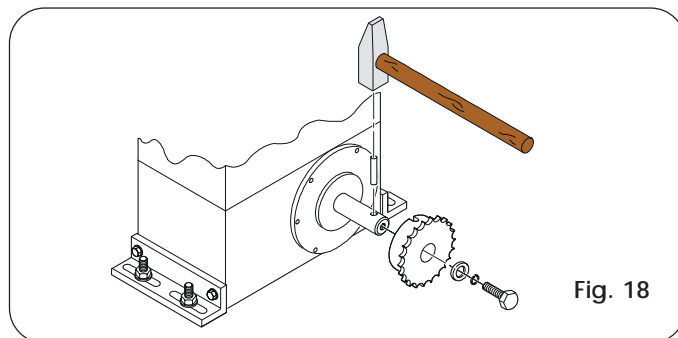

Fig. 18
- Introduire le goujon élastique dans l'arbre avec un marteau (Fig. 18).
- Appliquer le pignon à chaîne sur l'arbre en faisant coïncider les logements du pignon sur le goujon élastique et serrer la vis avec les rondelles spécifiques (Fig. 18).